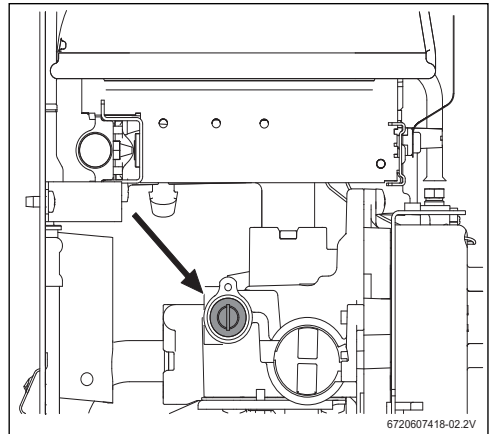

Fig. 15 Vis de réglage du débit maximal du gaz
- ▶ Retirer le joint de la vis de réglage (fig. 15).
- ▶ A l'aide de la vis de réglage (fig. 15), régler la pression jusqu'à ce que les valeurs indiquées dans le tableau 7 soient obtenues.